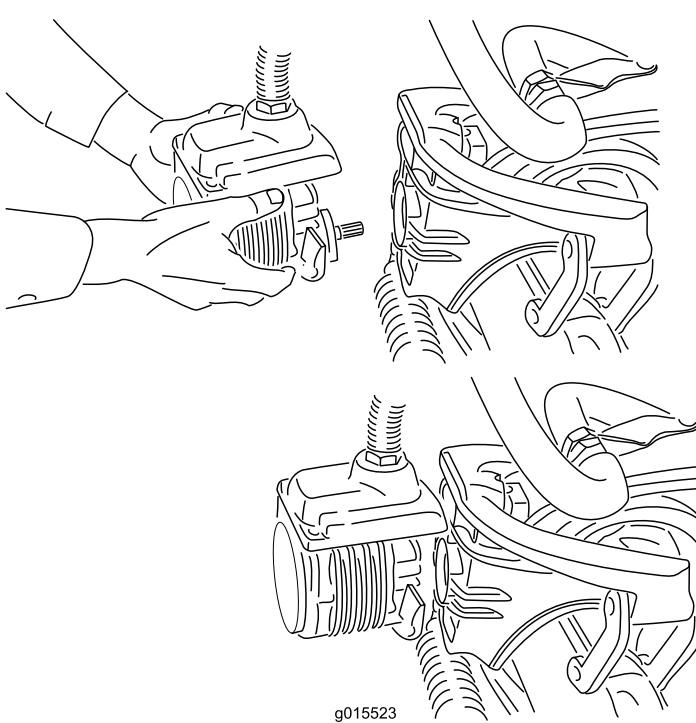

Figura 37
- Mueva el motor al lugar de almacenamiento en la parte delantera del brazo de suspensión (Figura 37).